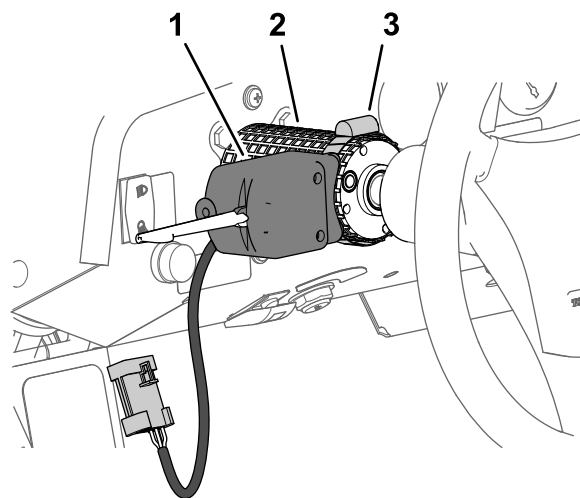

Figura 34
1. Montate l'interruttore dell'indicatore di direzione sulla valvola dello sterzo con la fascetta stringitubo, come illustrato nella Figura 34, poi serrate la fascetta manualmente.